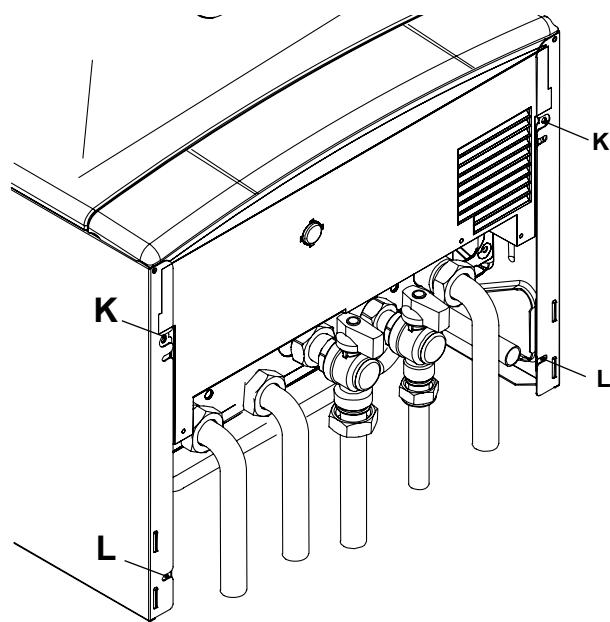

рисунок 5.16
- Отверните болты К и ослабьте болты L (рисунок 5.16)